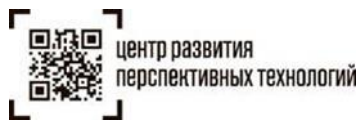

Рисунок 2 Кабель питания
- 2 сетевых кабеля питания, [Рисунок 2].